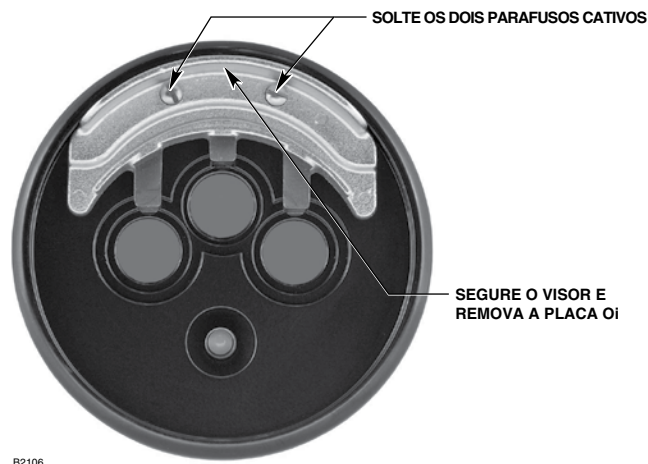

Figura 18 - Remoção da Placa **oi**
2. Solte os dois parafusos cativos, então segure a placa **oi** pelo visor e a remova do detector. Veja a Figura 18.